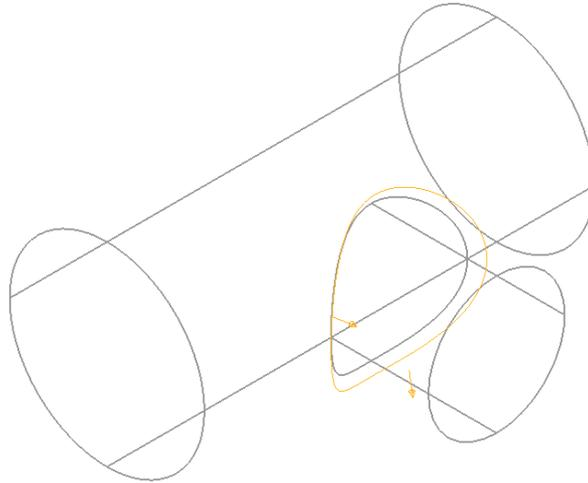

Figura 2.87 Vista previa superficie fillet.
Aparecen flechas con la dirección de la superficie, las flechas que apuntan hacia afuera significan que es el exterior de la superficie (Figura 2.87).
- Seleccionar Vista Previa en el formulario Superficie fillet. La ruta del fillet aparece como la línea central del rodamiento de una bola que corre a lo largo de las superficies (Figura 2.87). Si no es esto lo requerido, entonces se pueden modificar los valores y las superficies y previsualizar de nuevo. Si esto es válido seleccionar Aceptar en el formulario.